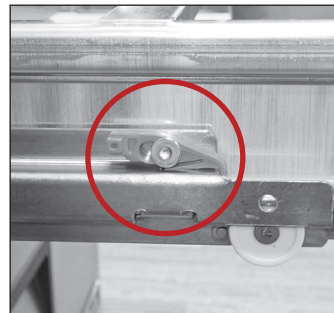

Abb. 5. Lage der Schubladenarretierung. Die Arretierung ist so aktiviert.
8. Schieben Sie die Schublade heraus und sehen Sie sich die Kunststoff-Schubladenarretierung an. Siehe Abb. 5